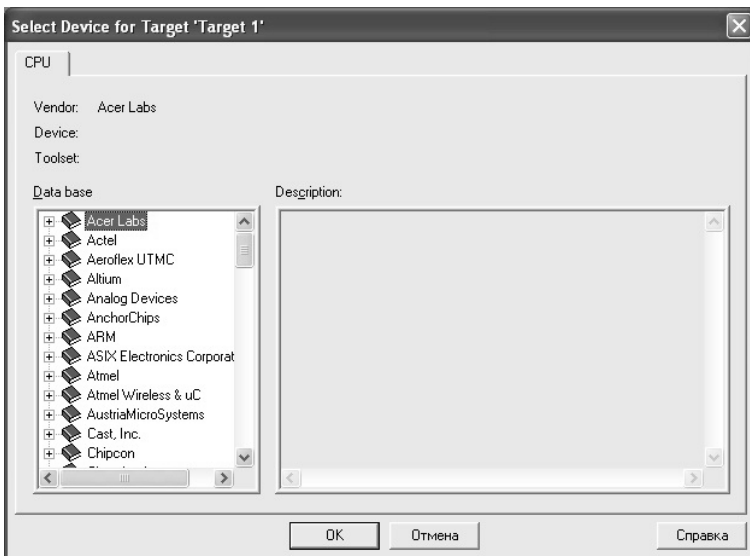

Рис.7. Окно выбора используемого в проекте микроконтроллера
3. После этого появится окно для выбора используемого в проекте микроконтроллера (рис.7). Сначала необходимо выбрать фирму изготовитель, а за тем и сам тип микроконтроллера. После чего нажать клавишу ОК.